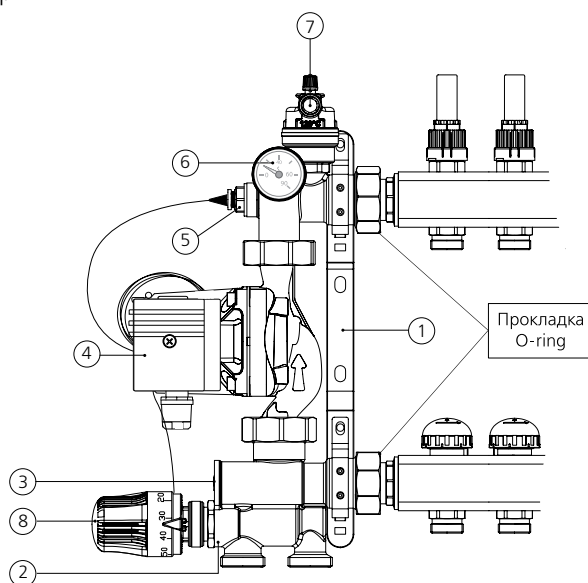
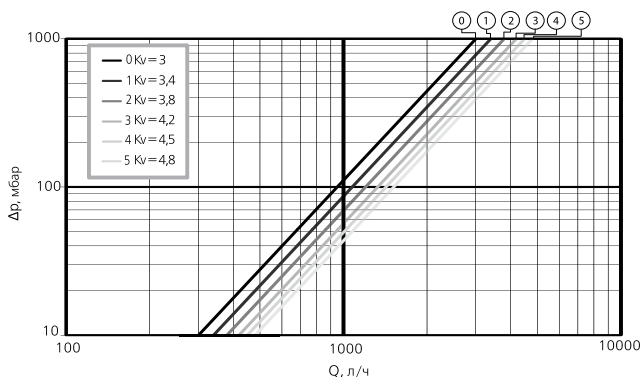

Рис. 1
Рис. 3
2. при помощи монтажного кольца головки закрепите её на смесительном клапане (рис. 1 поз. 2);
3. поместите датчик в гнездо температурного датчика (рис. 1 поз. 5);
Согласно приведённой ниже диаграмме (рис. 3), расходу 1032 л/ч, соответствуют 6 разных кривых ΔP_{valv} при разных настройках байпаса (рис. 1 поз.3): чем меньше открыт байпас, тем быстрее достигается требуемая температура на подаче, и наоборот, при максимально открытом байпасе увеличивается расход и одновременно сокращается колебание температуры подачи, связанное с открытием-закрытием различных зон, на которые разделяется система отопления.
Температура подачи низкотемпературного контура отопления задаётся на термостатической головке (рис. 1 поз.8), с диапазоном установки от 20 до 65 °С, и поддерживается постоянной благодаря действию термостатического клапана.